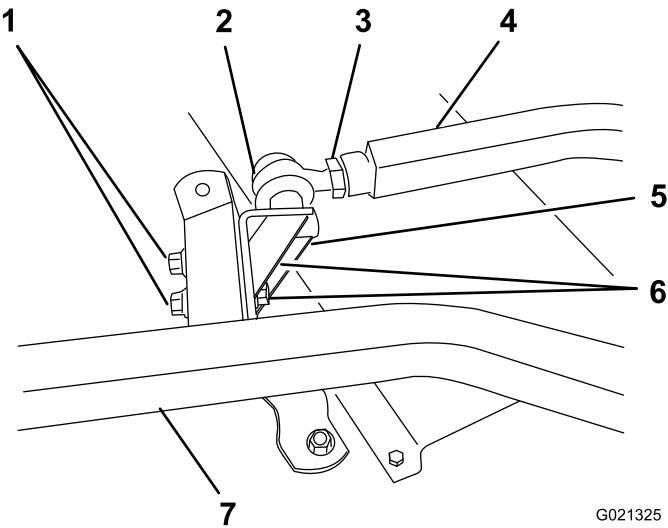

Bild 23
- Ein Helfer sollte den linken Schubarm nach unten drücken, während Sie die Kopfschrauben, Flachscheiben und Sicherungsmuttern entfernen, mit denen die Kugelgelenkhalterung am Laufradarm des Mähwerks befestigt ist (Bild 23). Jetzt kann der Helfer den Schubarm vorsichtig anheben, damit der Federdruck von 68 kg langsam abgelassen wird.
5. Der linke Schubarm sollte von einer anderen Person vorsichtig heruntergedrückt werden, bis die Löcher in der Kugelgelenkbefestigung mit den Löchern im Laufradarm ausgefluchtet sind (Bild 23). Schieben Sie sofort einen Holzblock (12 x 12 cm) zwischen die Oberseite des Schubarms und der Unterseite des Chassis.